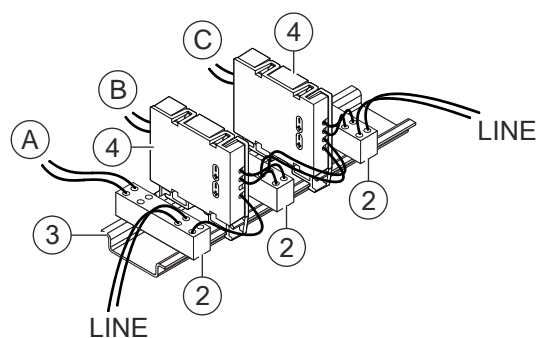

Fig. 5
For a space-saving wiring variant (see Fig. 5), it is possible to install the line separators (4) and triple terminal blocks (2) on a TS35 top hat rail (3).
Für eine platzsparende Verdrahtungsvariante (siehe Fig. 5) können auf einer TS35-Hutschiene (3) die Linientrenner (4) und 3-fach-Reihenklammen (2) montiert werden.
Pour un câblage peu encombrant (voir Fig. 5) le séparateur de ligne (4) et les blocs de jonction triples (2) peuvent être montés sur un profilé TS35 (3).